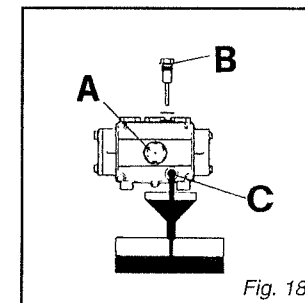

Fig. 18
Controllare periodicamente il livello olio della pompa tramite la spia visiva o l'asta di controllo del livello (fig. 18).
- 1) Svitare il tappo di scarico (fig. 18) e scaricare completamente l'olio.
Check periodically the pump oil level through the light or with a dipstick (fig. 18).
- 1) Unscrew the drain cap (fig. 18) and drain the oil completely.
Vérifier le niveau d'huile de la pompe à intervalles réguliers grâce au témoin visuel ou à la tige de contrôle (fig. 18).
- 1) Dévisser le bouchon de vidange (fig. 18) et laisser couler toute l'huile.
Controlar periódicamente el nivel del aceite de la bomba mediante el testigo visual o la varilla de control del nivel (fig. 18).
- 1) Desenroscar el tapón de descarga (fig. 18) y descargar completamente el aceite.